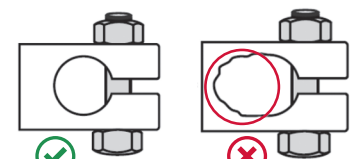

Figure 2
2. Inspecter l'oreille du porte-fusée pour vérifier l'absence d'usure anormale, d'élargissement, de « défaut de rotondité » ou de tout autre dommage avant l'installation. Le cas échéant, remplacer la fusée (**Figure 2**).